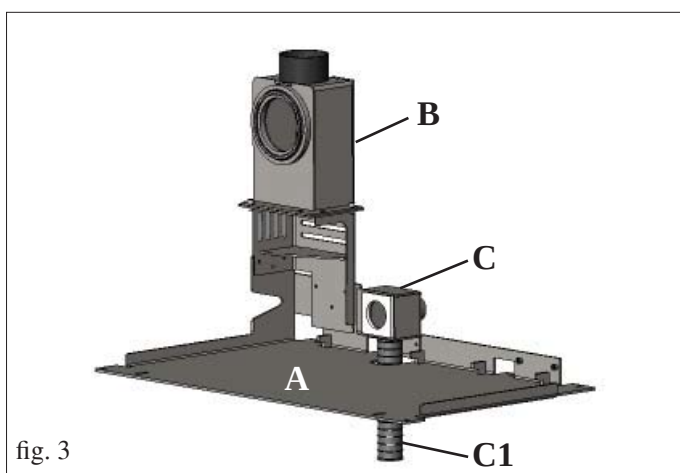

fig. 3
- Sæt skorstensrøret (medfølger ikke) på røgkanalen (B) og røret med Ø 40 mm (C1 - medfølger ikke) på den primære luftkanal (C).
- Røret på Ø 40 mm (C1 - medfølger ikke) kan installeres nede fra underlagspladen (A), se fig. 3.